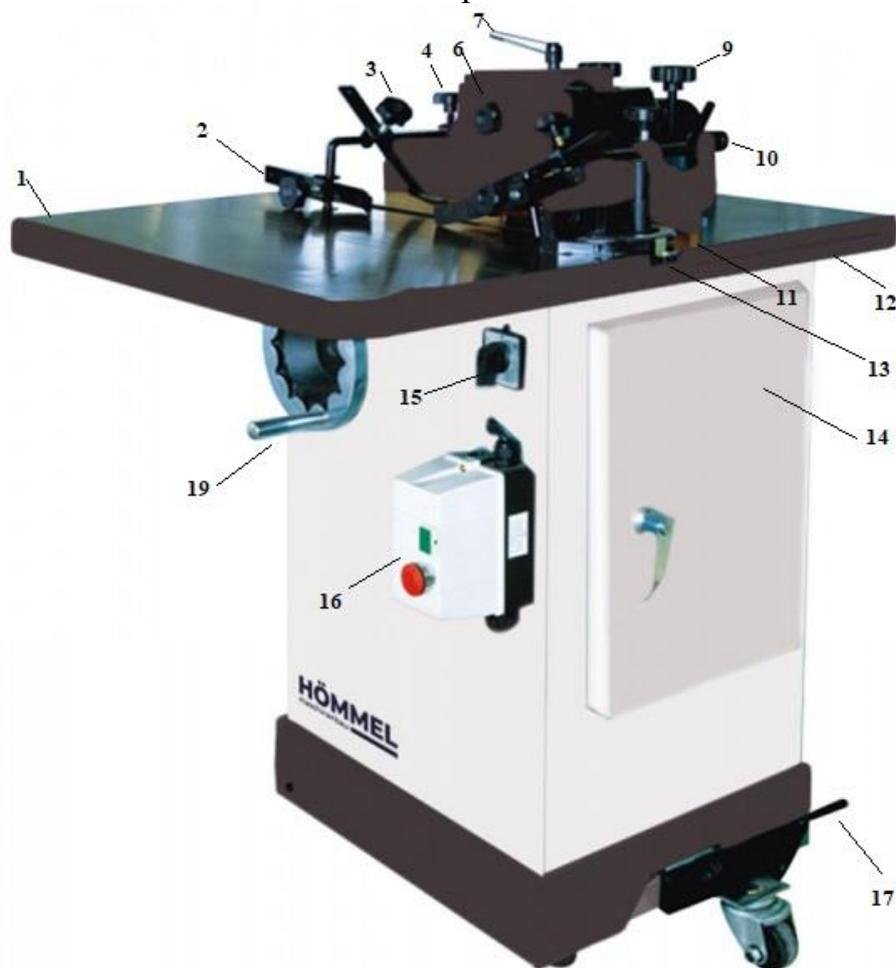

Рис. 4 Общий вид станка
4.1.1 Схема общего вида станка представлена на Рис. 4.